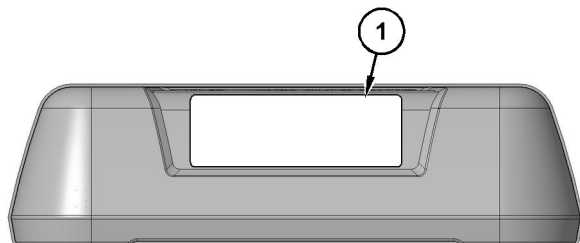

图 3
- NAL 标签贴在设备表面。NAL 标签在设备上的位置如下图 3 所示。